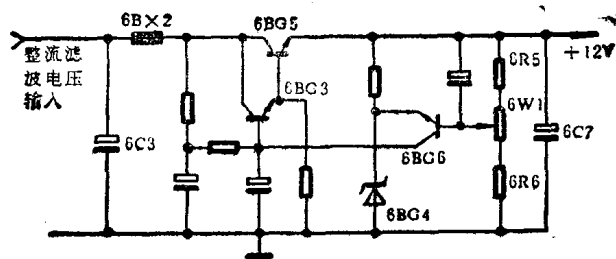

图 1-3
3. 检查稳压电源电路。对稳压电源电路中的取样放大管和推动管进行检查(相关电路见图1-3所示),两只晶体管均未损坏;又检查输出电压取样电路中的可调电阻器6W1,结果发现其内部有接触不良现象。当旋动该电位器时,其滑动点与定接点经常呈接触不良状,由此表明,该电位器已经损坏。因手头一时无这种680 Ω 电位器,改用一只1.5k Ω 的电位器代用后,故障排除。